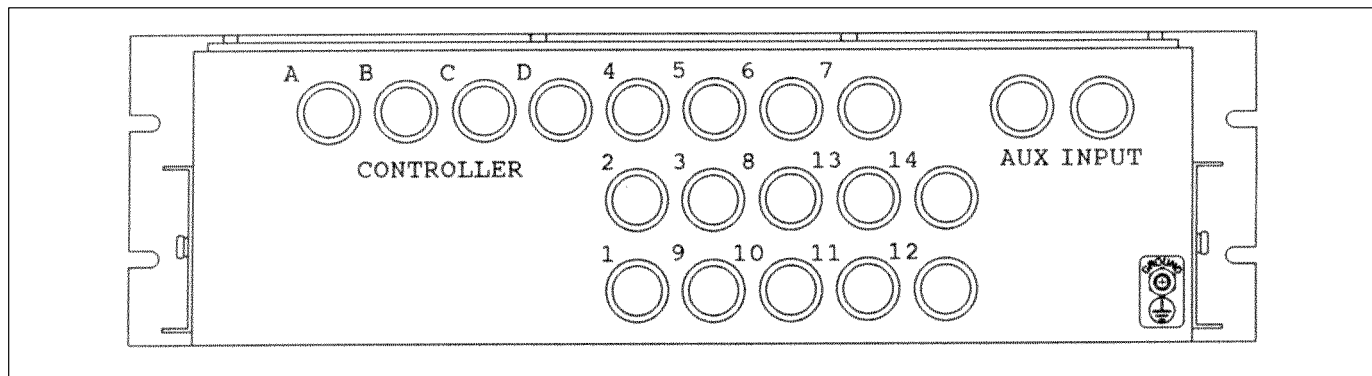

Fig. 3-2 MC-3 masterkontroll sett bakfra
Kablene fra strømforsyningsenhetene føres gjennom bakpanelet til masterkontrollen (se fig. 3-2).
1. Før nettkabelen (1,5 mm² tverrsnitt eller kraftigere) inn i masterkontrollen MC-3 gjennom den kabelnippelen som er installert over koblingsskapets jordingsplugg. (se fig. 3-2).